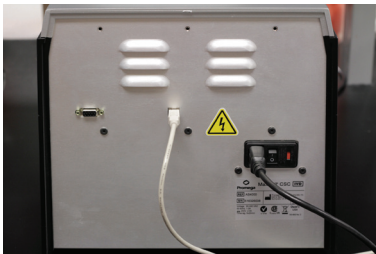

Figure 14. Branchez la tablette au dos de l'appareil Maxwell® CSC.
6. Branchez l'autre extrémité du câble USB au dos de l'appareil Maxwell® CSC (Figure 14).